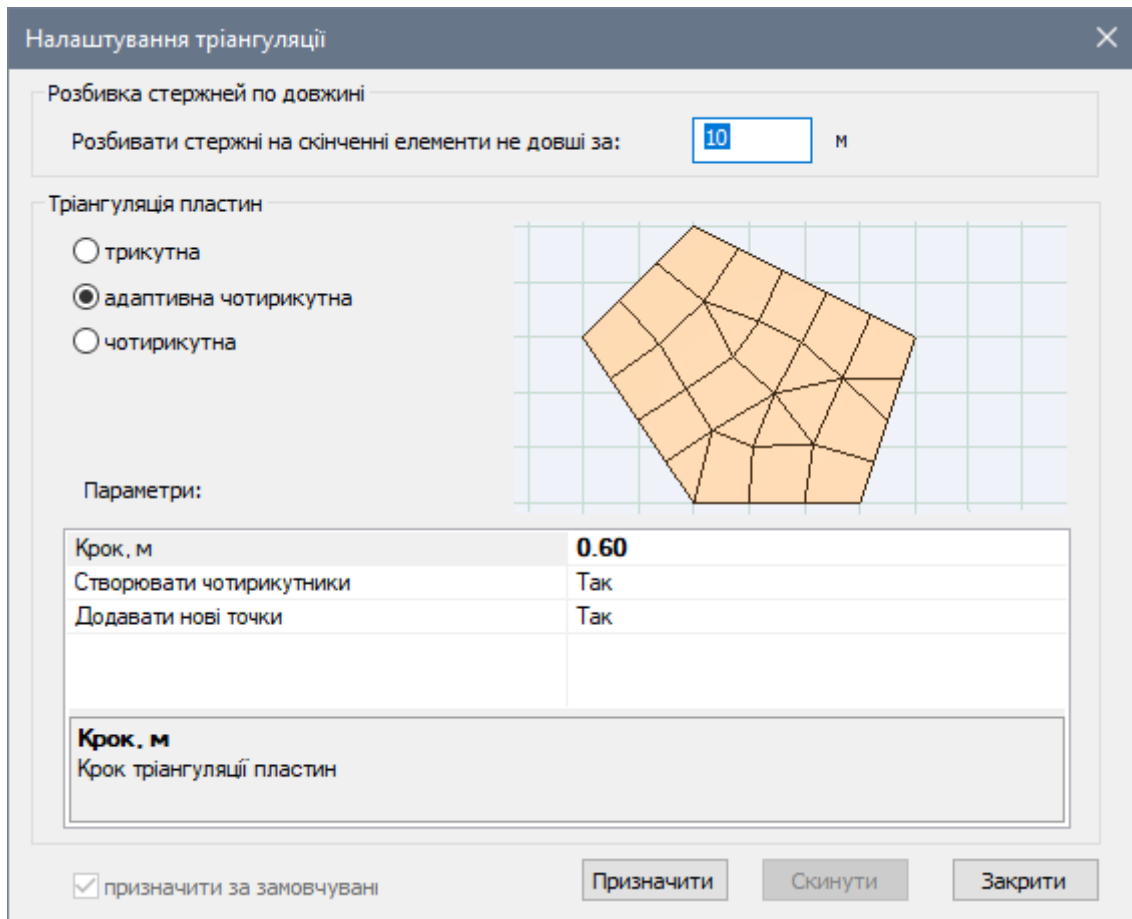

Рис. 23.33. Діалогове вікно **Налаштування триангуляції**
- Викличте діалогове вікно **Налаштування триангуляції** (рис. 23.33) натисканням по кнопці  – **Налаштування** (панель **Розрахункова модель: триангуляція** на вкладці **Аналітика**).